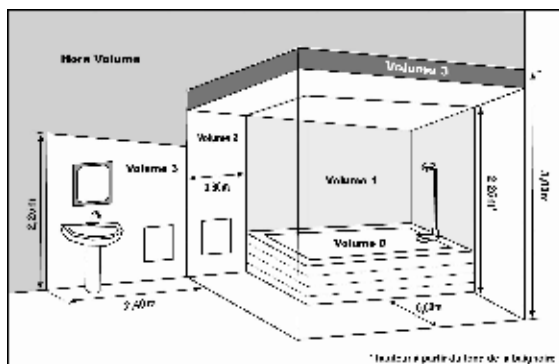

Fig.1
- L'appareil peut être installé dans le volume 2 ou 3 des salles d'eau (Fig.1)